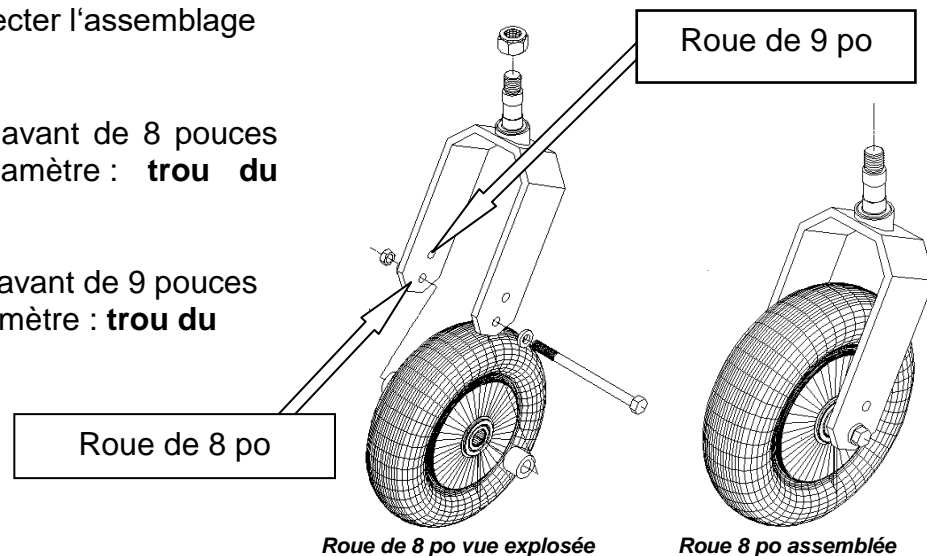

Figure 6: Changement de roues avant.
Le fauteuil "**Oasis**" peut recevoir (4) quatre modèles de roues avant. Le choix de l'un ou l'autre des modèles dépendra de l'environnement dans lequel vous utiliserez le plus souvent votre fauteuil motorisé. Ces roues seront assemblées dans une fourche double (voir; figure 6).
- 2- À l'aide de (2) clés ½" ou 13 mm, démonter l'assemblage, le boulon, l'écrou, les deux rondelles et les deux entretoises internes;